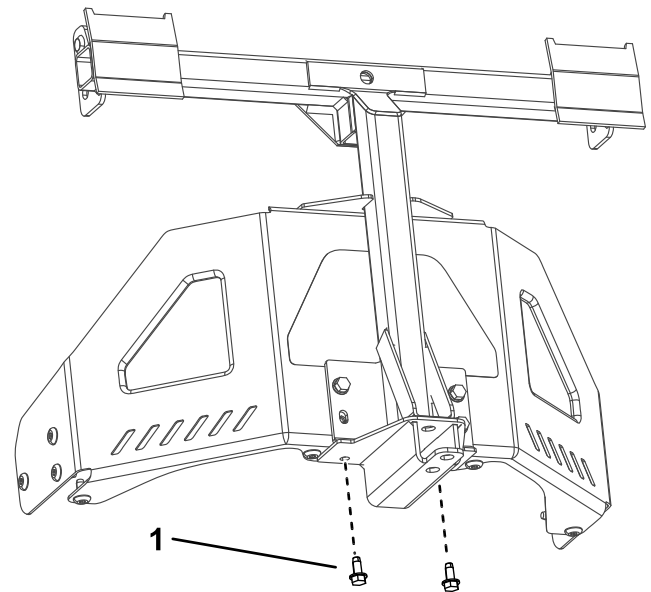

Figuur 6
2. Monteer het draaiframe aan het machineframe zoals getoond in Figuur 6. Monteer het draaiframe op het frame van de machine; gebruik 2 bouten (5/16" x 1") en 2 borgmoeren (5/16").